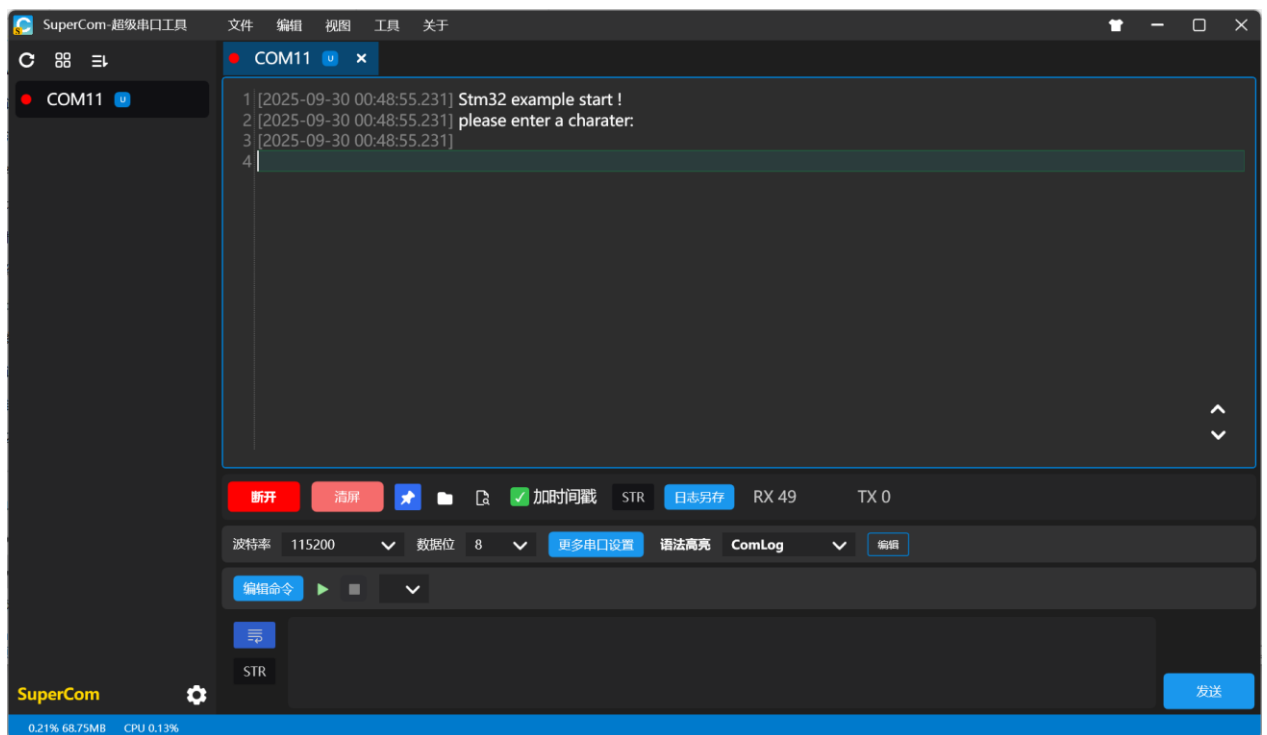

图 1-10 打开串口助手
- 6) 程序成功运行后，在 PC 机上打开 SuperCom.exe (直接解压压缩包，程序在解压后的文件夹内)，设置波特率为 115200，端口号选择步骤 2 查看到的端口，不勾选自动清空，其他设置采用默认值，点击打开串口，如图 1-10 所示。